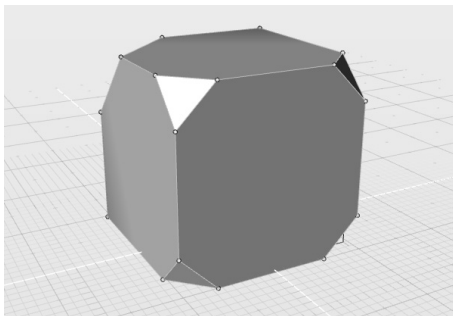

图 6-9 基于多个控制顶点构建新面
6) 该操作也可针对多个选中顶点同时操作, 如图 6-9 所示。